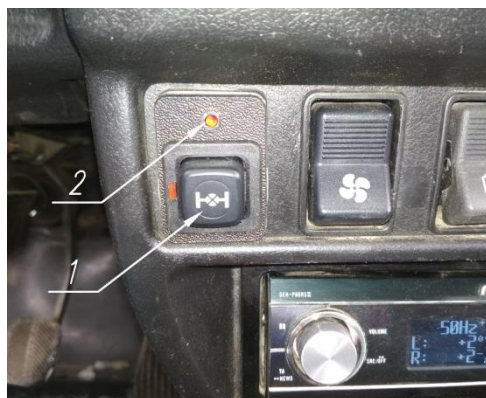

Рис.2
панели выключателей рис. 2. Удерживание выключателя в ячейке происходит за счёт плотного натяга и не требует дополнительного крепления.
7.1. Включение блокировки дифференциала РПМ осуществляется кнопчным выключателем с фиксацией в нажатом положении Рис.2. поз.1
7.2. Световая сигнализация включения блокировки осуществляется светодиодом на панельке кнопчного выключателя Рис.2. поз.2.